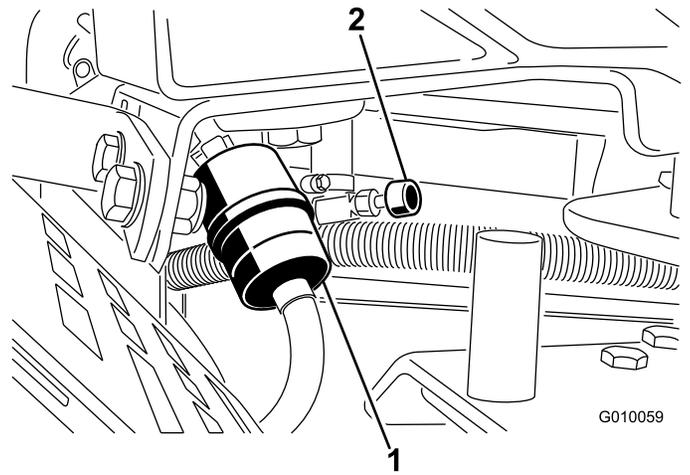

Bild 52
2. Schließen Sie den Kraftstoffhahn (Bild 52).
3. Drücken Sie die Enden der Schlauchklemmen zusammen und schieben Sie sie vom Filter weg (Bild 52).
5. Setzen Sie einen neuen Filter ein und schieben Sie die Schlauchklemmen an den Filter heran (Bild 52).
7. Öffnen Sie den Kraftstoffhahn (Bild 52).
- Schließen Sie den Kraftstoffhahn (Bild 52).
- Lockern Sie die Schlauchklemme am Kraftstofffilter und schieben Sie sie an der Kraftstoffleitung weg vom Kraftstofffilter (Bild 52).
- Ziehen Sie die Kraftstoffleitung vom Kraftstofffilter ab (Bild 52). Öffnen Sie den Kraftstoffhahn und lassen den Kraftstoff in einen Kanister oder eine Auffangwanne ablaufen.
- Bringen Sie die Kraftstoffleitung am -filter an. Schieben Sie die Schlauchklemme ganz an den Kraftstofffilter heran, um die Kraftstoffleitung zu befestigen (Bild 52).